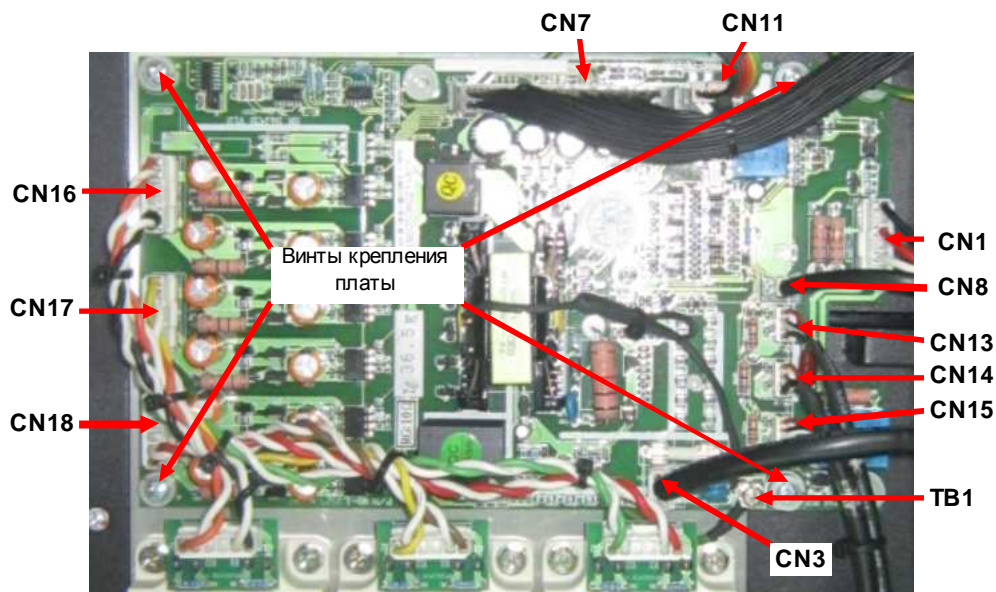

Рис. 7.11. Расположение разъемов платы ЦП.
7.11.1. Установить плату драйверов на место и закрепить четырьмя винтами (рис.7.11).
7.11.2. Соединить три разъема **CN16**, **CN17** и **CN18** кабелей управления модулями IGBT (рис.7.11).
7.11.3. Соединить разъем **CN3** кабеля питания платы (рис.7.11).
7.11.4. Закрепить винтом провод заземления к клемме TB1 (рис.7.11).
7.11.5. Соединить три разъема **CN13**, **CN14** и **CN15** кабелей датчиков тока (рис.7.11).
7.11.6. Соединить разъем датчика температуры **CN8** (рис.7.11).
7.11.7. Соединить разъем кабеля контроля предохранителя и кабеля управления вентиляторами **CN1** (рис.7.11).
7.11.8. Соединить разъем шлейфа платы управления тиристорами **CN11** (рис.7.11).
7.11.9. Закрепить разъем шлейфа ЦП **CN7** фиксаторами (рис.7.11).